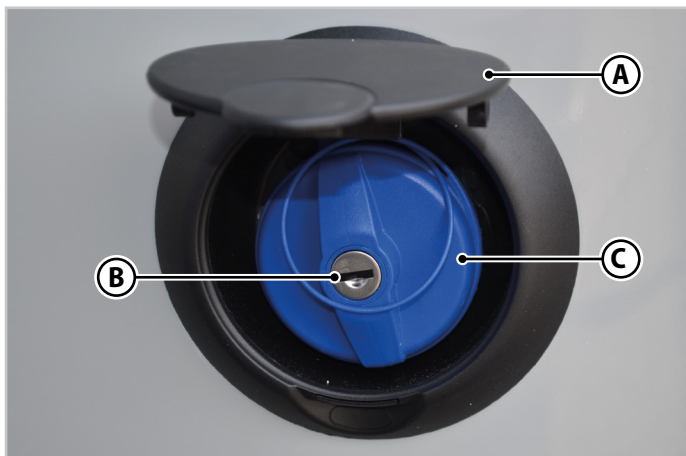

Fig.6.31 - Reabastecimento do depósito de água limpa
1. Levantar a portinhola (**A** - Fig.6.31) para aceder ao gargalo de enchimento de água na parte lateral do veículo.
2. Introduzir a chave na fechadura (**B** - Fig.6.31).
4. Rodar a tampa (**C** - Fig.6.31) no sentido anti-horário e retirá-la.